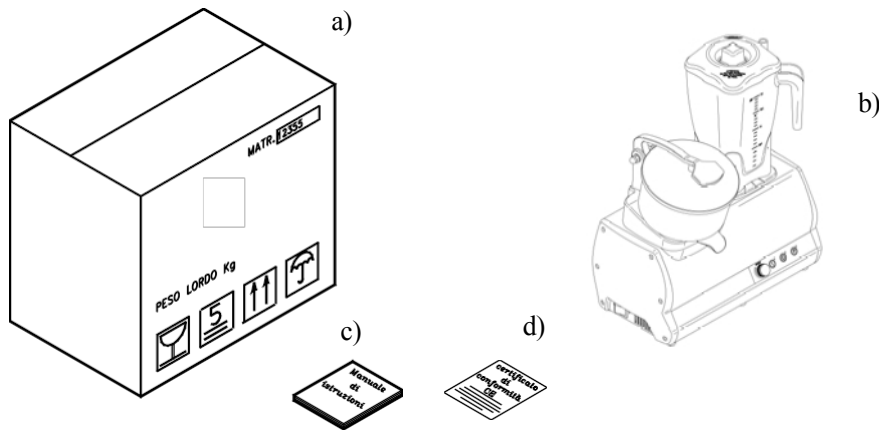

Abb. Nr. 3 – Verpackung
3.1 – TRANSPORT DES GERÄTS (siehe ABB. Nr. 3)
Öffnen Sie die Verpackung nach Erhalt der Ware, sofern keine Anzeichen von Beschädigungen vorliegen, und vergewissern Sie sich, dass alle aufgeführten Artikel enthalten sind (siehe Abb. Nr. 3). Weisen die Verpackungen bei der Lieferung Anzeichen von Beschädigungen auf, wie z. B. Beulen oder Sturzspuren, informieren Sie unverzüglich den Spediteur oder Kurierdienst und erstellen Sie innerhalb von drei Tagen ab dem auf den Dokumenten angegebenen Datum eine detaillierte Liste sowie einen Bericht über alle Schäden an der Ware. **Drehen Sie die verpackte Ware nicht auf den Kopf!!** Achten Sie beim Transport des Pakets darauf, dass die vier Hauptseiten fest gesichert sind (halten Sie die Ware parallel zum Boden).